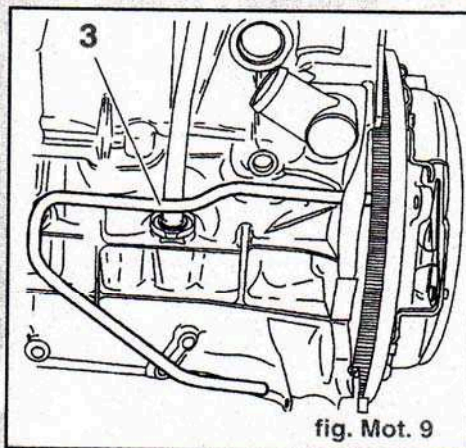
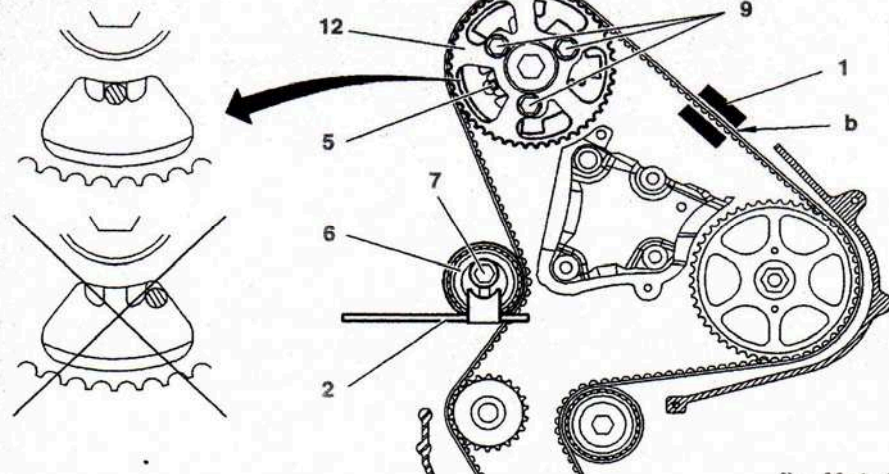

fig. Mot. 9
fig. Mot. 14
- Piger le volant moteur à l'aide de l'outil (3) (-) 0288D (fig. Mot. 9).
- Déposer l'outil (4).
- Mettre en place l'outil (1) **SEEM CTG 105.5M** sur le brin "b" (fig. Mot. 14).
- Tourner le galet tendeur (6) dans le sens anti-horaire avec l'outil (2) (-) **188J2**, pour atteindre une surtension de 98 ± 2 unités **SEEM**.
- Serrer la vis (7) du galet tendeur à **2,5 daN.m**.
- Déposer une vis (9) du pignon (12) pour vérifier que ces vis ne sont pas en butée de boutonnères.
- Serrer les vis (9) à **2 daN.m**
- Déposer les outils (1) (2) (3) et (5).
- Poser l'outil (3) (fig. Mot. 9).
- Desserrer les vis (9) (fig. Mot. 14).
- Poser l'outil (5).
- Desserrer la vis (7) pour libérer le galet tendeur.
- Poser l'outil (1).
- Tourner le galet tendeur (6) dans le sens anti-horaire avec l'outil (2) pour atteindre une surtension de 54 ± 2 unités **SEEM**.
- Serrer la vis (7) du galet tendeur à **2,5 daN.m**
- Déposer l'outil (1).
- Déposer les outils (1) (3) et (5).
- l'outil (6) (fig. Mot. 9)